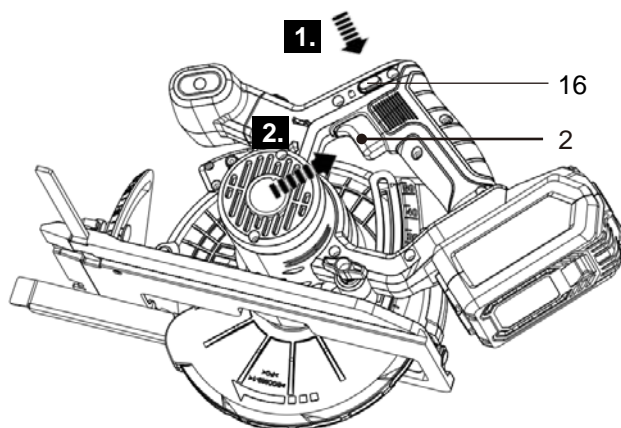

Fig. 8
1. Para ligar a ferramenta, mantenha pressionado o botão de desbloqueio (16) (Fig. 8, passo 1), a seguir pressione o interruptor de ligar/desligar (2) (Fig. 8, passo 2).
2. Para desligar a ferramenta, solte o interruptor de ligar/desligar (2).